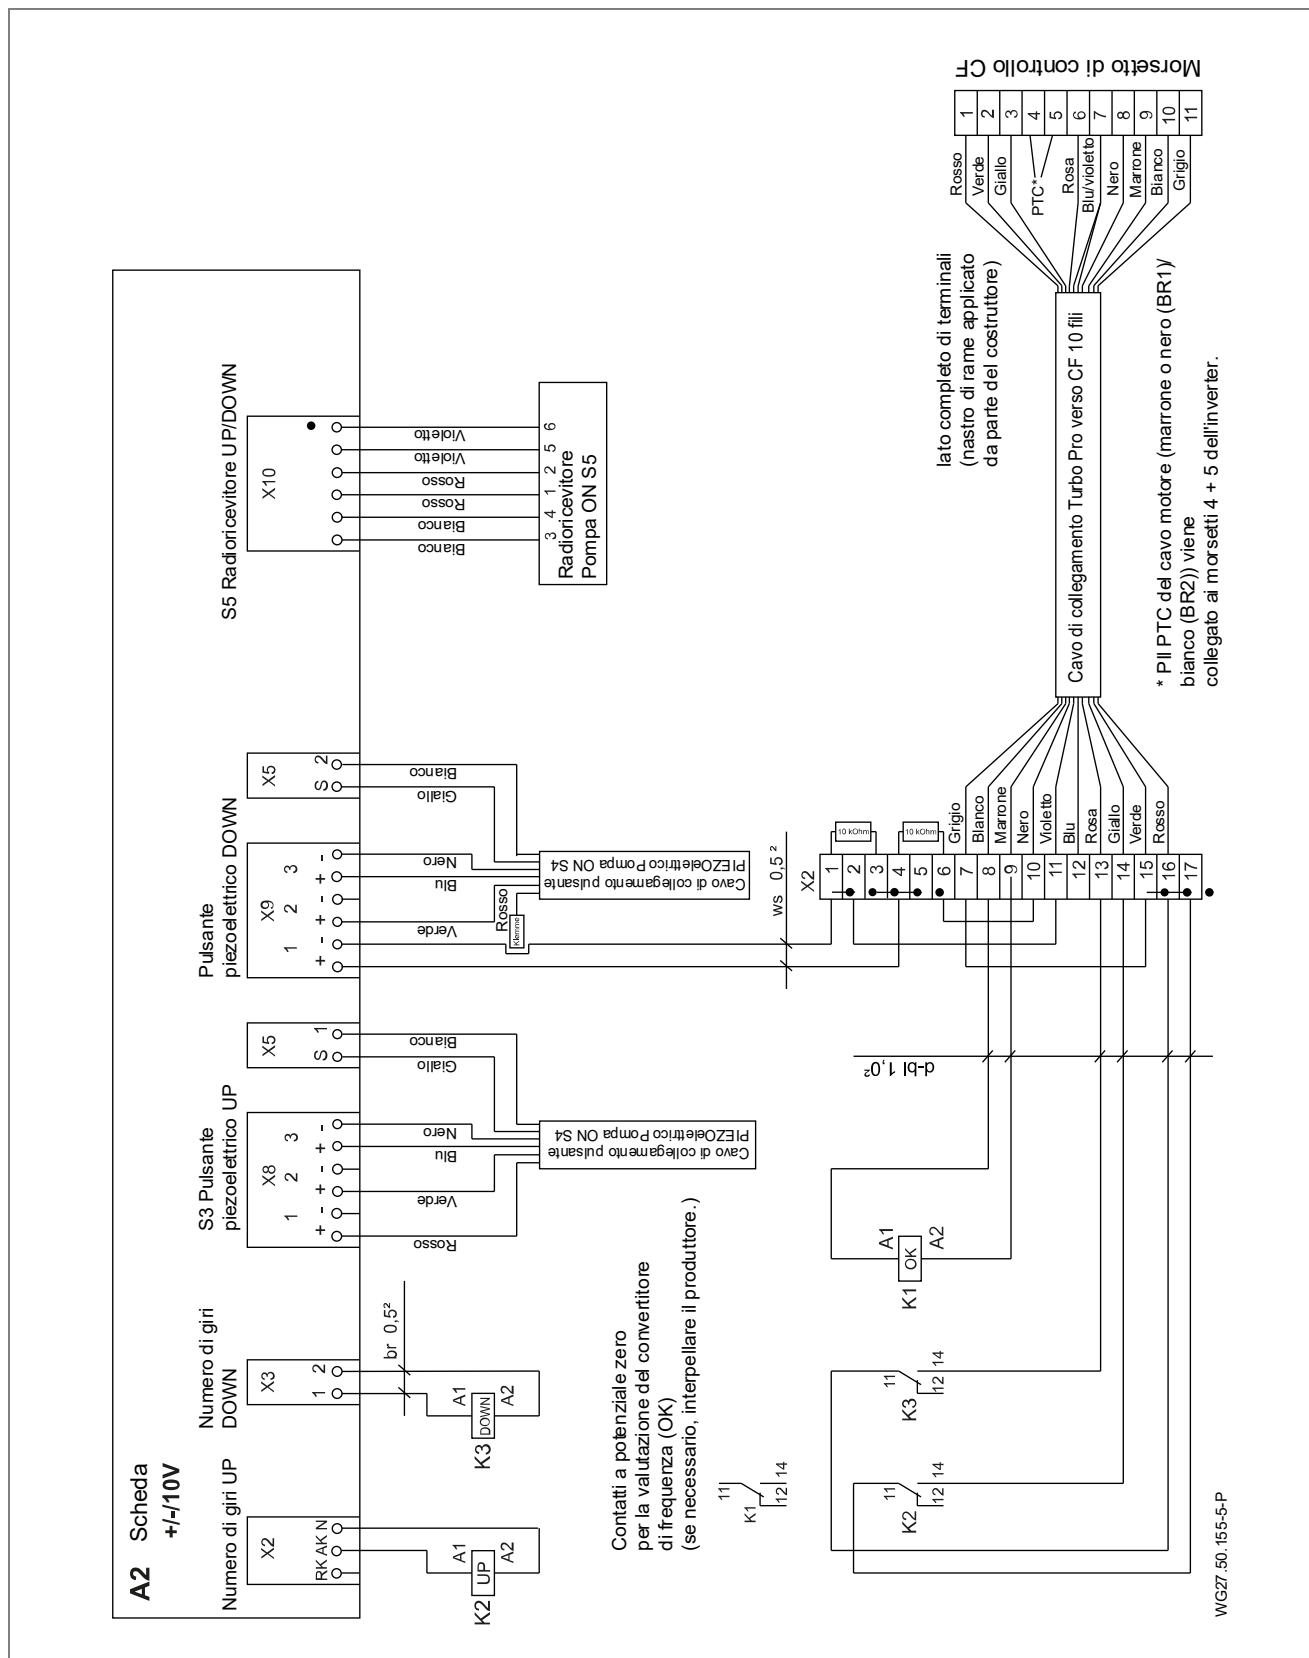

Fig. 20
14. Cablare i fili per il PTC (marrone o nero (BR1)/bianco (BR2)) in base allo schema elettrico. Vedere "Fig. 20" a pagina 26.